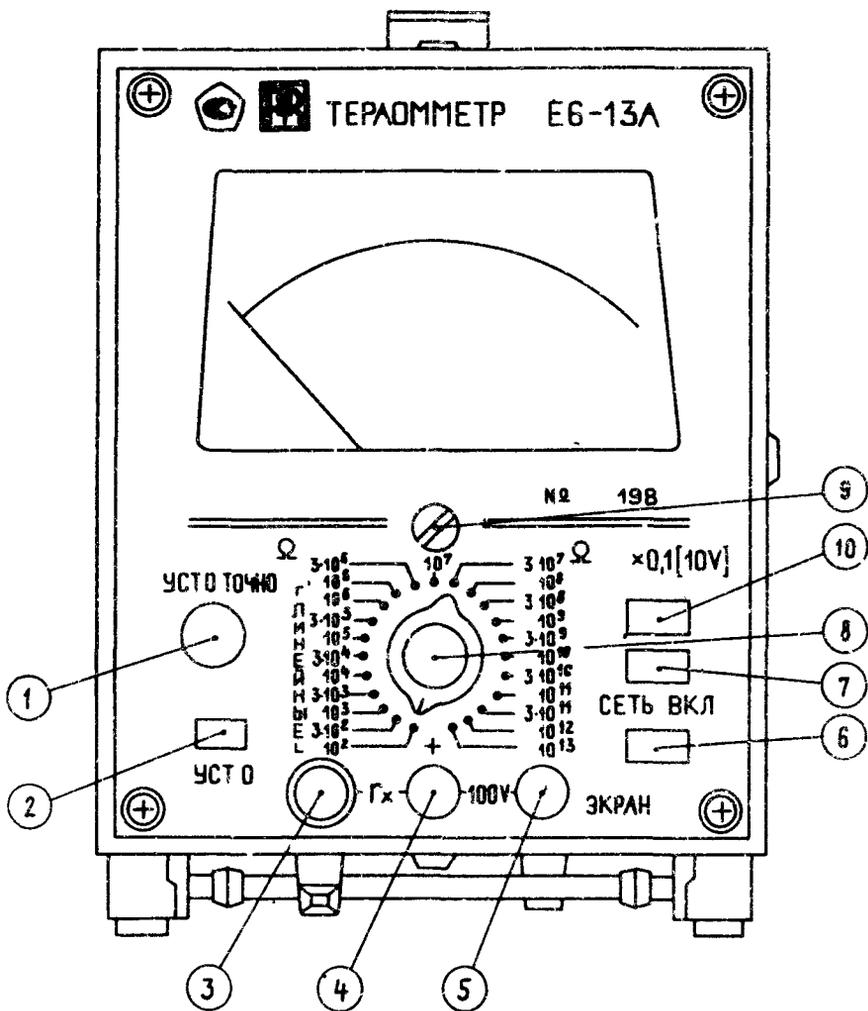

Рис.5. Вид прибора со стороны передней панели:
На передней панели прибора (рис.5) расположены: показывающий прибор; ручка переключателя поддиапазонов; ручка точной установки нуля УСТ.0 ТОЧНО; выключатель и индикаторная лампочка включения питания СЕТЬ ВКЛ., входные гнезда; кнопка замыкателя входа УСТ.0; индикаторная лампочка включения измерительного напряжения 10 В, обозначенная $\times 0,1 (10V)$ (для обратно пропорциональных шкал). Показывающий прибор имеет циферблат с четырьмя шкалами (приложение +I).
5.1. Маркирование передней и задней панелей приведено на рис.5 и 6.